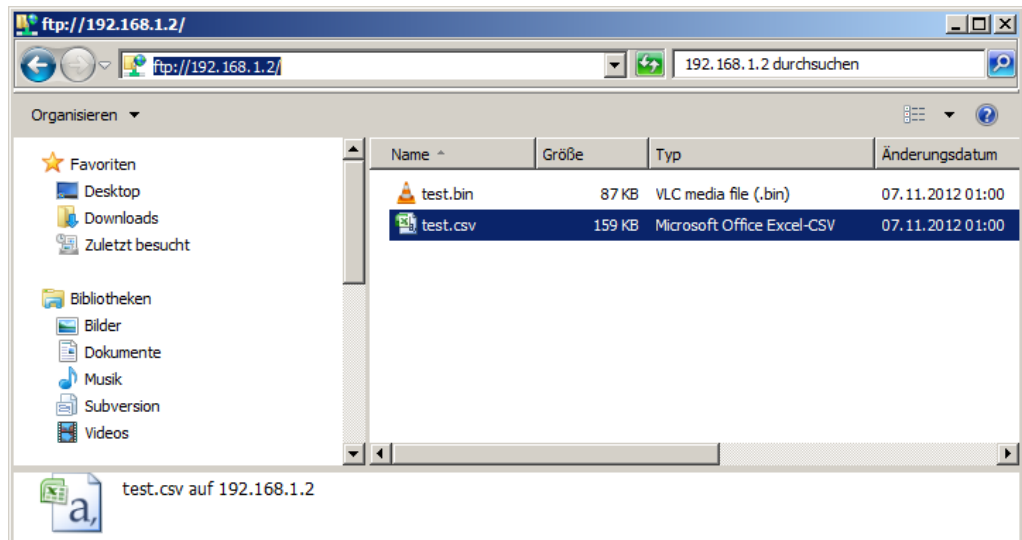

Abbildung 11: Windowsseitiger FTP-Server
- Öffnen Sie eine Instanz des Windows-Explorer (Tastenkombination Win+E) und geben Sie in die Adresszeile das Ziel „ftp://192.168.1.2“ ein (siehe ▶Abbildung 11◀ auf Seite 33).